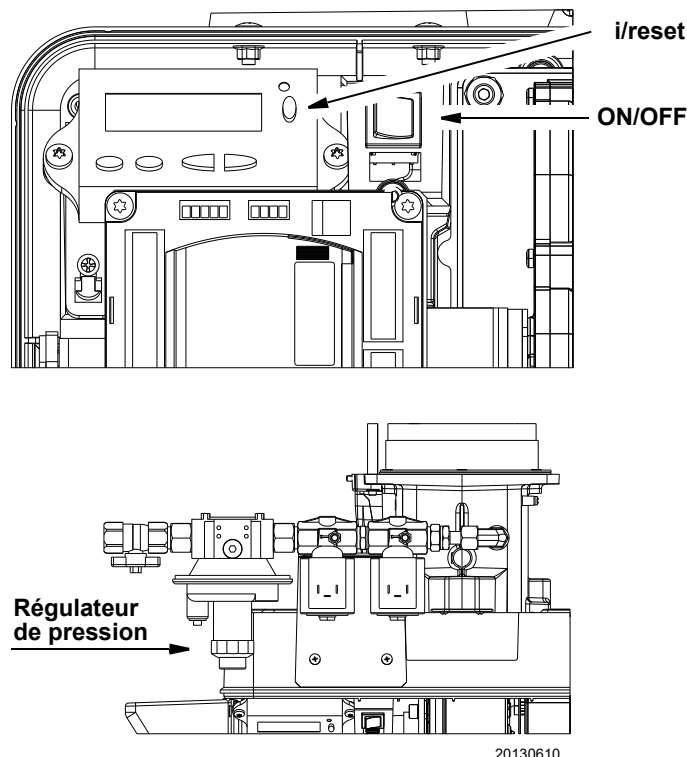

Fig. 161
- Appuyer sur l'interrupteur «ON/OFF» (Fig. 161) sur «OFF», appareil en veille (OFF).
- Saisie du mot de passe du technicien (SO) à l'aide des boutons «+», «-» et «i/reset». Voir aussi le chapitre Saisie du mot de passe à la page 39.
Augmenter la pression du gaz au moyen du régulateur de pression (Fig. 161).
Appuyer sur l'interrupteur «ON/OFF» sur «OFF» (Fig. 161 à la page 49).